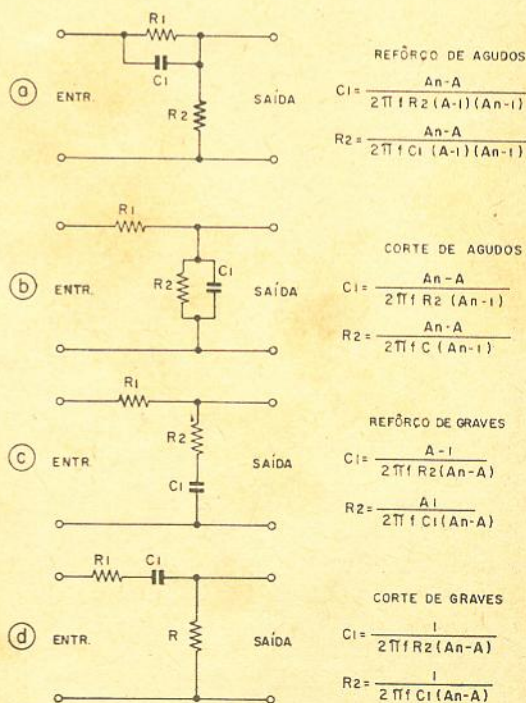

Figura 1
Para a correção da resposta de freqüência, em amplificadores de áudio, são necessários quatro tipos básicos para podermos satisfazer a todos os requisitos desejados. Estes quatro tipos, ilustrados na figura 1, dividem-se como segue: A) reforço de agudos; B) corte de agudos; C) reforço de graves e D) corte dos graves. Dois
**Filtro de reforço de agudos.** O circuito básico deste filtro está ilustrado, como já vimos, na figura 1-A. Quando aumentamos a freqüência do sinal de entrada, partindo de zero, não efetuamos nenhuma mudança sensível no nível de saída até ao momento em que a reatância de  $C_1$  começa a decrescer, tendendo ao valor de  $R_1$ . Neste ponto,  $C_1$  começa efetivamente a reduzir a atenuação de  $R_1$ , e a impedância em série com a fonte e com a carga  $R_2$  começa a diminuir. Aumentando mais a freqüência do sinal de entrada, a tensão de saída cresce tendendo para o valor da tensão de entrada, até um ponto em que a reatância de  $C_1$  é pequena em função de  $R_2$ . Neste ponto  $C_1$  é um curto-circuito virtual e a saída está efetivamente conectada à entrada. Aqui, a atenuação caiu a um valor desprezível e um reforço de agudos faz-se notar.